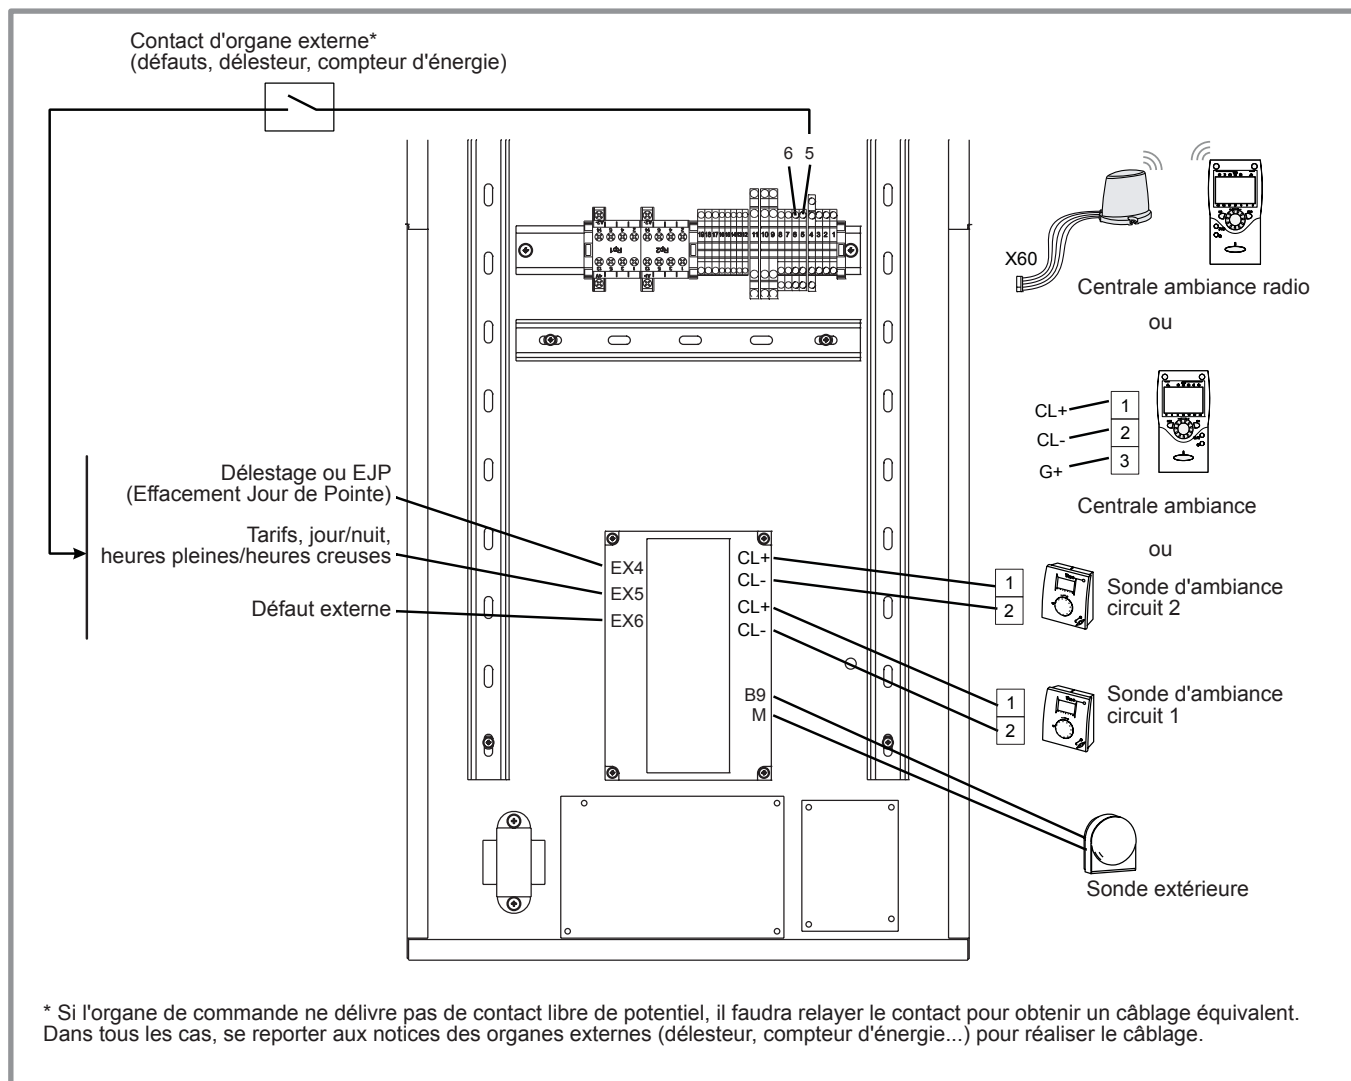

figure 37 - Raccordements sur le régulateur PAC (accessoires et options)
- Raccorder la sonde extérieure aux bornes M et B9 de la carte de régulation de la PAC (figure 37).
- Raccorder chacune des sondes sur l'une des bornes CL+ et CL- de la carte de régulation de la PAC (figure 37) à l'aide du connecteur fourni.
- Raccorder la sonde sur l'une des bornes CL+ et CL- de la carte de régulation de la PAC (figure 37).